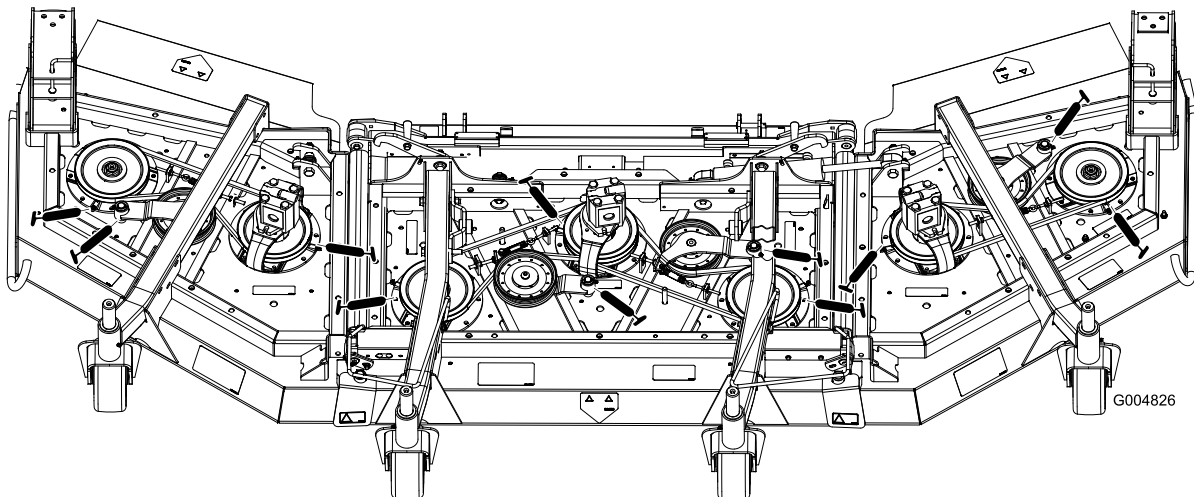

**Bild 69**
- Zwei Laufradgabel-Wellenbüchsen (Bild 69)